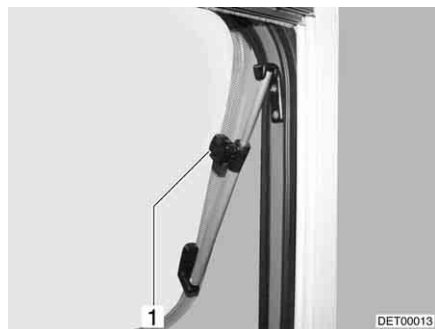

Bild 53 Överkantshängt fönster med vridspärr
- Öppna det överkantshängda fönstret till önskat läge och lås det med den lettrade hylsan (Bild 53, 1).
- Vrid den lettrade hylsan (Bild 53, 1) tills låsningen släpper.